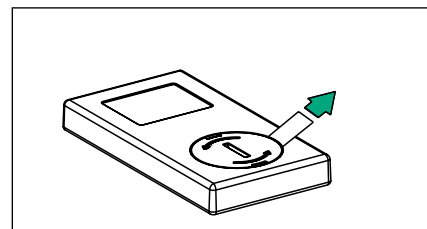

図1：電池の絶縁ストリップをリモートコントロールから取り除く
2. 電池の絶縁ストリップを引っ張って、リモートコントロールから取り除きます（図1参照）。このストリップは電池とリモートコントロールの接点との絶縁用で、これを取り除かなければリモートコントロールは機能しません。